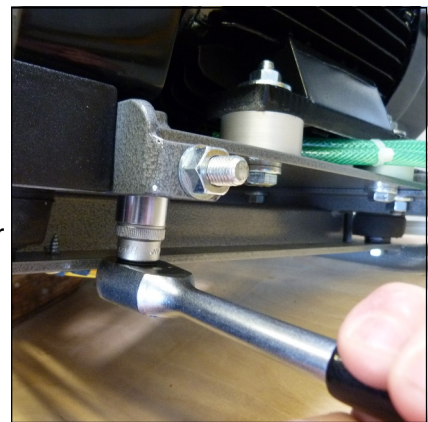

Abb. 1 - Befestigungsmuttern des Motors lösen
- Befestigungsmuttern des Motors lösen (Abb. 1+2).
- Drehen Sie den Öldeckel heraus (Abb.1).